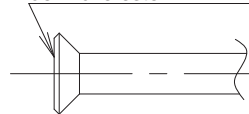

Fig. 20
- Lorsque vous effectuez un raccord évasé, enduisez la surface intérieure de fusée seulement avec de l'huile d'éther ou de l'huile d'ester. **(Reportez-vous à la Fig. 20)**